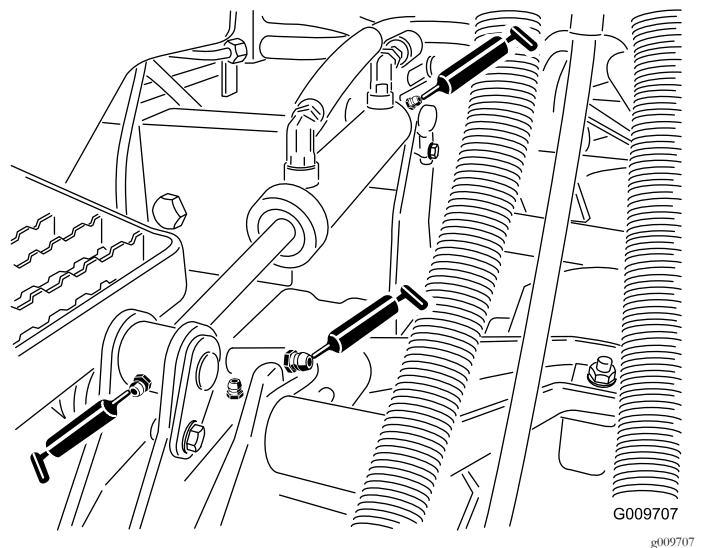

Figura 35
- Boccole del braccio di sollevamento (1 per piatto) come illustrato nella Figura 35
- Boccole del cilindro di sollevamento (2 per piatto) come illustrato nella Figura 35